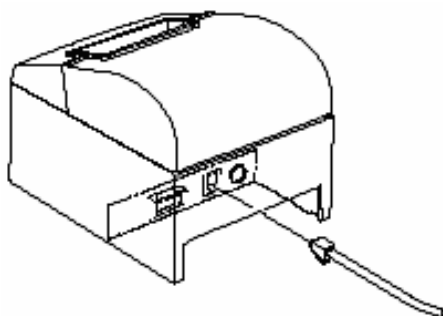

Рисунок 7.2 - Присоединение кабеля денежного ящика к ККМ
7.1.2.1 Через указанный на рисунке разъем (Рисунок 7.2) можно подключить к ККМ денежный ящик. Ниже описывается процедура подключения кабеля. Устройство разъема на кабеле подробно описано в п.А.4 Приложения А настоящего документа. Данная ККМ поставляется без кабеля денежного ящика, поэтому пользователь сам должен обеспечить наличие кабеля с необходимыми параметрами.
7.1.2.2 Присоединить кабель денежного ящика к соответствующему разъему на задней стенке ККМ согласно рисунку (Рисунок 7.2).